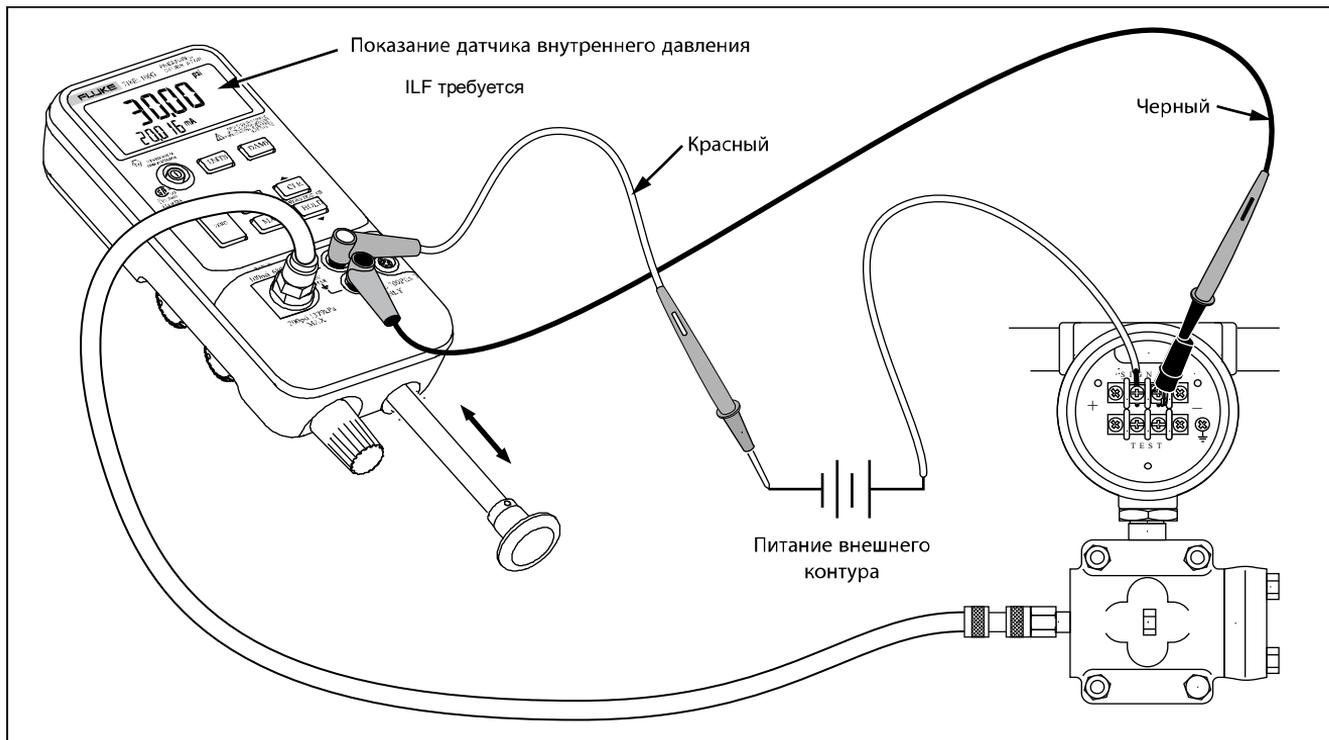
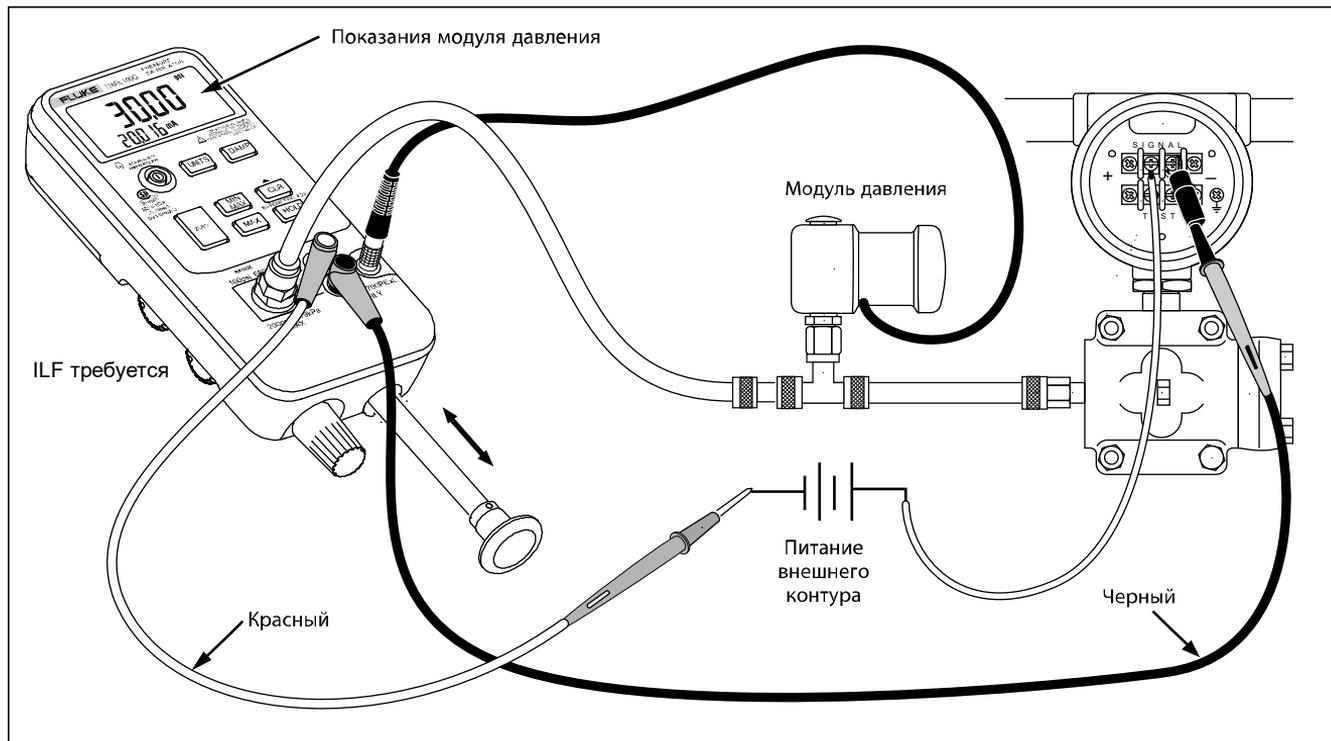

Рисунок 3. Внутренний датчик давления с внутренним насосом
Рисунок 4. Модуль давления с внутренним насосом
Пример оптимального использования внутреннего насоса показан на Рисунок 3, где Калибратор отображает давление, измеряемое внутренним датчиком и создаваемое внутренним насосом.
Внутренний насос можно также использовать с некоторыми моделями модулей давления серии Fluke 750PEX. В этом случае давление, измеряемое с помощью модуля давления, будет показано на дисплее Калибратора. Соответствующие модули давления для каждой модели Калибратора приведены в Таблице 4. На Рисунок 4 показан внутренний насос, используемый с модулем давления.
2. Подсоедините передатчик давления к внутреннему датчику калибратора, как показано на Рисунок 3 (для измерений с помощью внутреннего датчика давления) или как показано на Рисунок 4 (для измерения с помощью модуля давления).